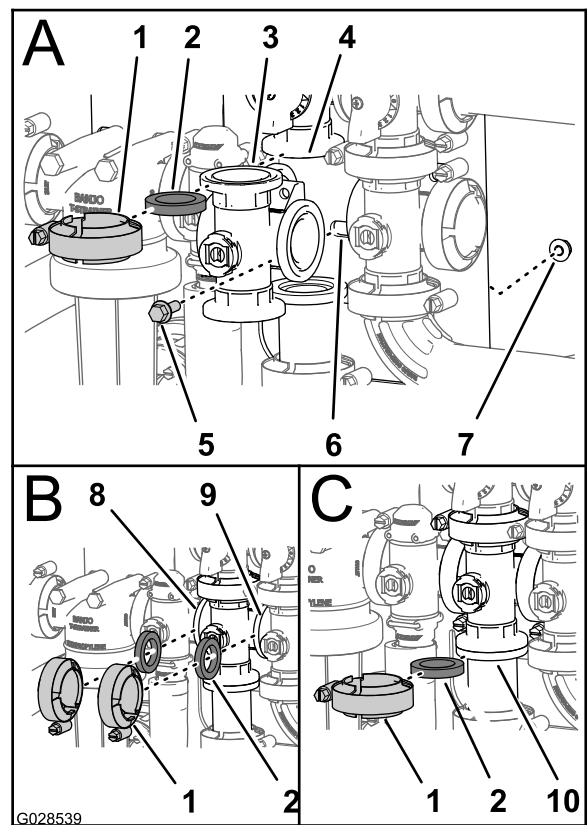

Bild 102
1. Fluchten Sie den Flansch des Rührwerkventilverteilers, eine Dichtung und den Flansch des Rührwerk-Sicherheitsventils aus (A von Bild 102).
2. Montieren Sie das Rührwerksicherheitsventil, die Dichtung und den Rührwerkventilverteiler mit einer Klemme und ziehen sie mit der Hand an (A von Bild 102).
3. Fluchten Sie eine Dichtung zwischen den Flanschen des Dosierungsregelventils und dem Rührwerkventilverteilers aus (A von Bild 102).
4. Montieren Sie das Dosierungsregelventil, die Dichtung und den Rührwerkventilverteiler mit einer Klemme und ziehen sie mit der Hand an (B von Bild 102).
5. Fluchten Sie eine Dichtung zwischen den Flanschen des Rührwerkventilverteilers und dem Hauptauslegerventil aus (B von Bild 102).
6. Montieren Sie den Rührwerkventilverteiler, die Dichtung und das Hauptauslegerventil mit einer Klemme und ziehen sie mit der Hand an (B von Bild 102).
7. Fluchten Sie eine Dichtung zwischen den Flanschen des Rührwerkventilverteilers und dem Adapteranschlussstück für das Rührwerkdrasselventil aus (C von Bild 102).
8. Montieren Sie den Rührwerkventilverteiler, die Dichtung und das Adapteranschlussstück mit einer Klemme und ziehen sie mit der Hand an (C von Bild 102).